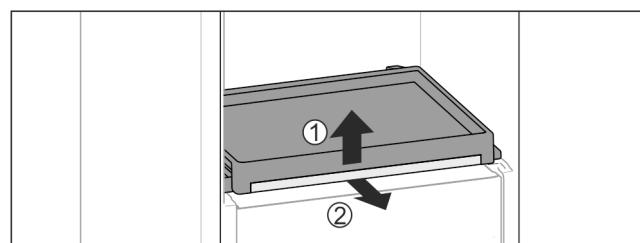

Fig. 42
- ▶ Извадете изтеглящата се дъска със стъклена плоча: Повдигнете леко отпред стъклена плоча Fig. 42 (1) и я изтеглете напред Fig. 42 (2).